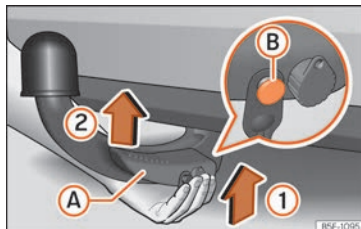

Abb. 254 Anhängerkupplung anbringen Schritt 1
- Die Anhängerkupplung **von unten** und der Pfeilrichtung » Abb. 254 ① folgend in die deren Aufnahme einsetzen, bis sie hörbar einrastet » ⚠.
Der Hebel »» **Abb. 254** (A) dreht sich **automatisch** in Pfeilrichtung (2) nach oben und der Entriegelungsbolzen (B) kommt heraus (sein rot-grüner Teil ist sichtbar) »» ⚠.
- Beim Befestigen der Anhängerkupplung nicht mit den Händen in den Hebel fassen, um ein Einklemmen der Finger zu vermeiden »» **Abb. 254** (A).